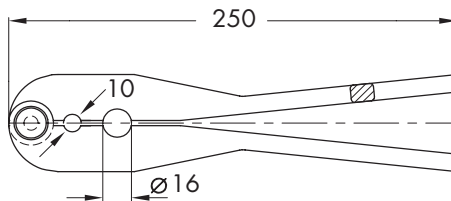

Рис. 6 · Монтажный инструмент (номер по каталогу для заказа 9129-1995)
Рекомендуется пользоваться монтажным инструментом SAMSON (рис. 6). С помощью этого инструмента можно зажимать в тиски плунжерные штоки с $\varnothing 10$ и $\varnothing 16$ мм.
2. Снять с корпуса клапана промежуточную вставку (12) вместе со штоком и конусом.
4. Отвинтить конус со штока, поддерживая его подходящим инструментом (рис. 6), не допуская скручивания металлического сильфона, приваренного к штоку.